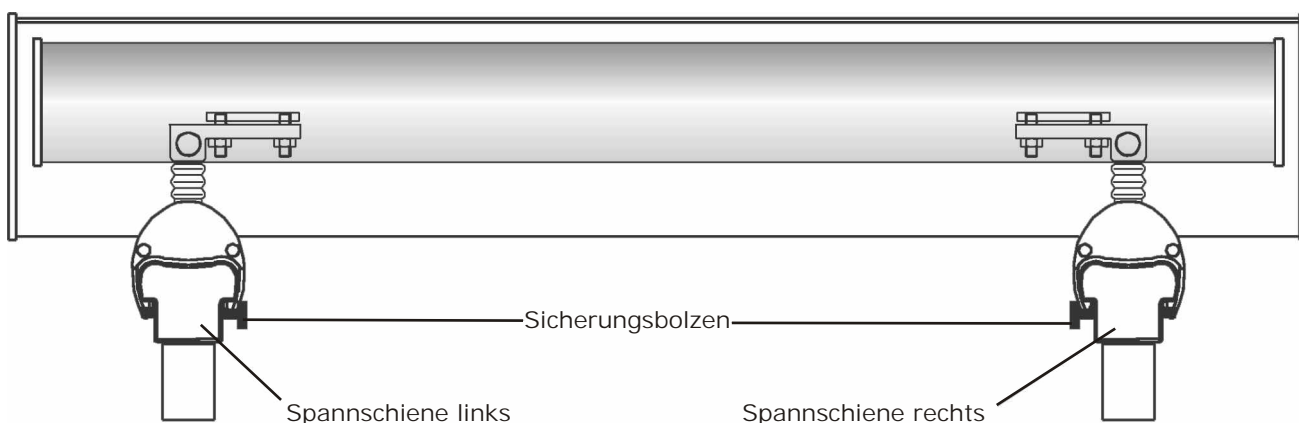

Bild 8: Ausfallprofil im eingefahrenen Zustand.
- A. Fahren Sie die Markise ein und überprüfen Sie, ob das Ausfallprofil sauber in den Markisenkasten einfährt (siehe Bild 8).